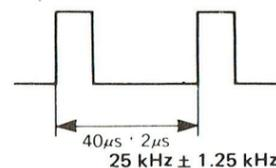

Fig. 20
2.5 Réglage de la fréquence de référence (Fig. 20)